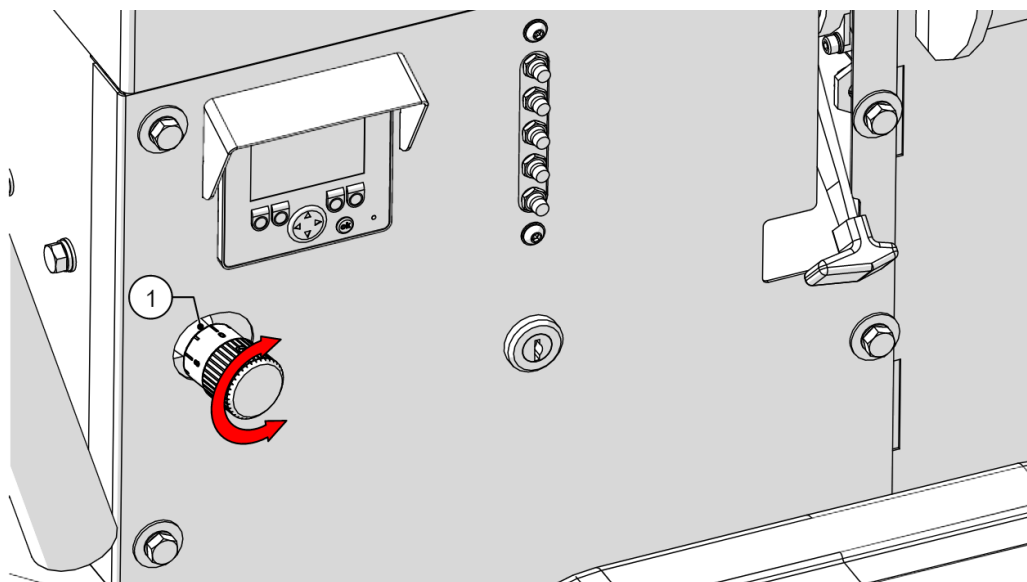

Figure 36 - Molette de vitesse du rouleau
La vitesse du rouleau d'alimentation peut être réglée en fonction du matériau broyé reportez-vous à la Figure 36.
1. Tournez le cadran pour aligner le nombre sur le repère de peinture (1, Figure 36).
Position indiquée par un repère de peinture. (1, Figure 36):